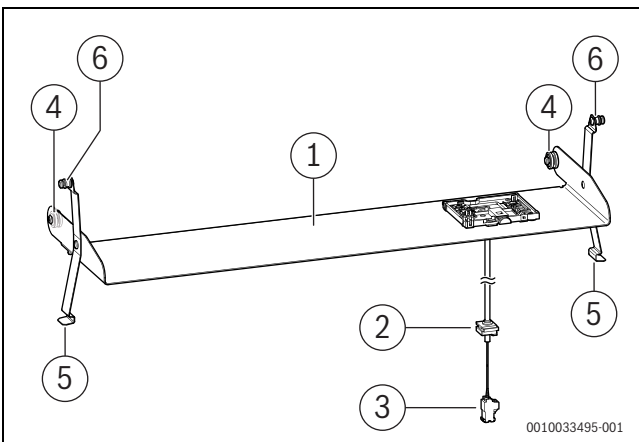

Bild 144 Zubehör CS 36
Um die Bedieneinheit CW 400 im Gerät einzusetzen, ist die Montage eines Einschubs (Zubehör CS 36) notwendig (→ Bild 144, [1]).
- ▶ Rollen (→ Bild 144, [4]) des Einschubs in die Seitenteile der Speicherverkleidung einhängen.
- ▶ Mit Hilfe der Haltefedern (→ Bild 144, [5]) in der horizontalen Position fixieren.
- ▶ Zapfen (→ Bild 144, [6]) auf beiden Seiten des Einschubs in das Vorderteil der Speicherverkleidung einhängen und sichern.